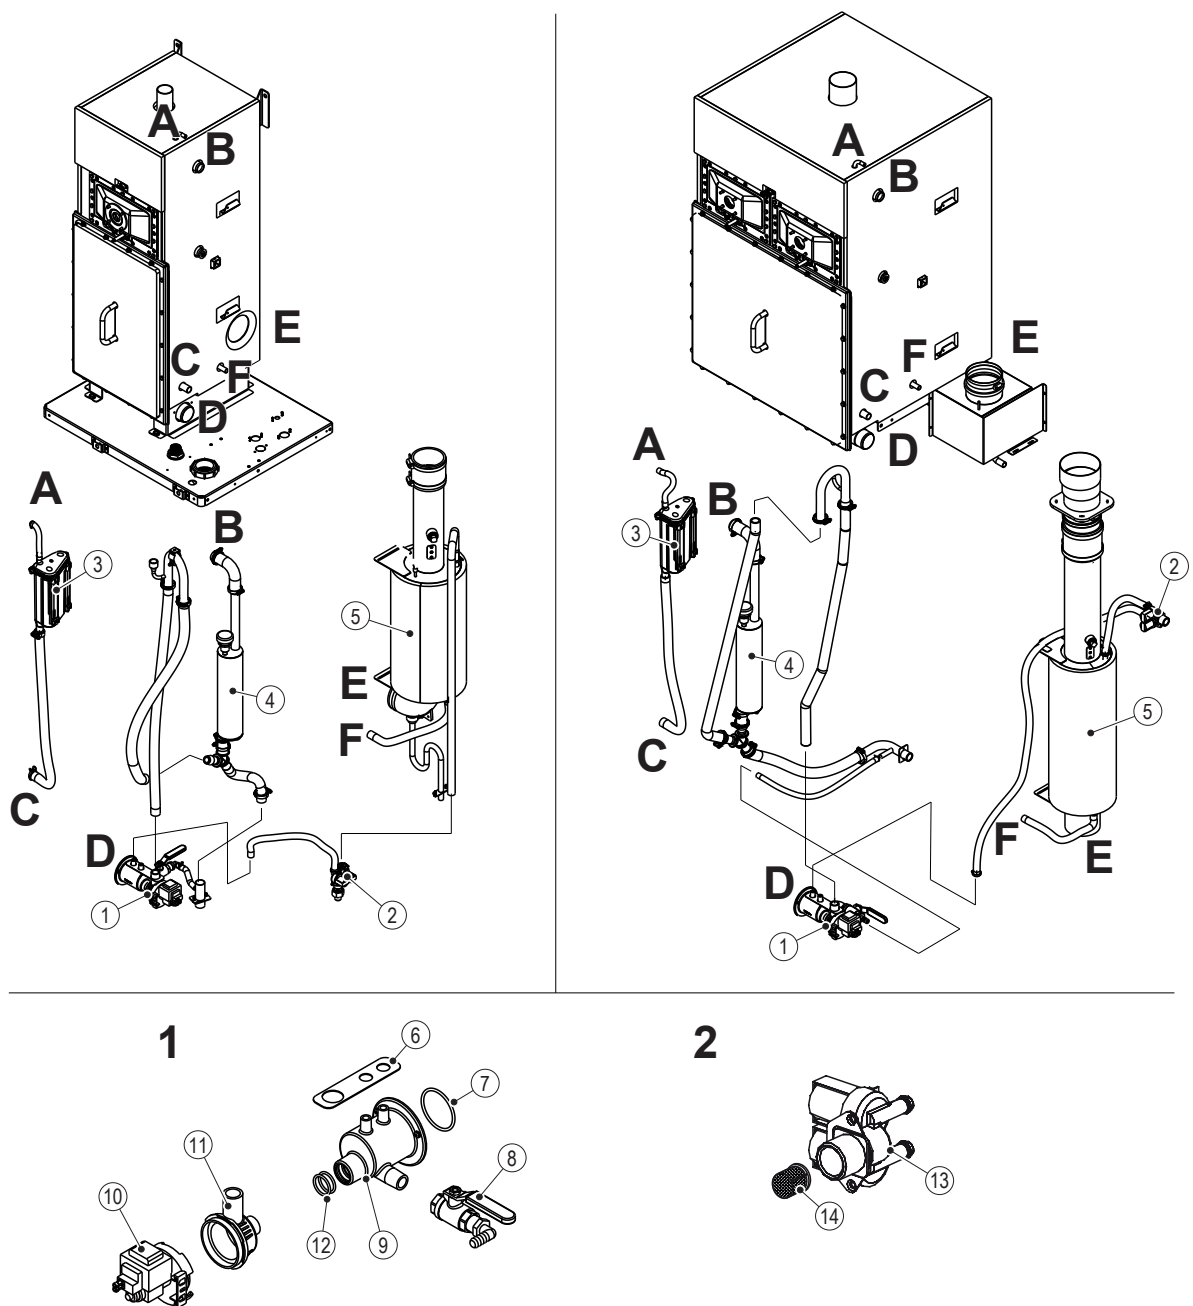

Fig. 15: De slangen, dubbele vulafsluiters en afvoerpomp reinigen (A-G zijn aansluitpunten voor de luchtbevochtiger)
5. Sluit de waterslangen weer aan. Zie ook Fig. 15 op pagina 61.
7. Zet de nivearegelaar weer in elkaar en zorg ervoor dat de oriëntatie van de vlotters behouden is gebleven. Plaats het terug in de houder op de luchtbevochtiger en sluit de slangen weer aan. Zie Fig. 15 op pagina 61.
Reinig de vul- en afvoerslangen, de dubbele vulafsluiters en de afvoerpomp als volgt. Zie Fig. 15 op pagina 61.